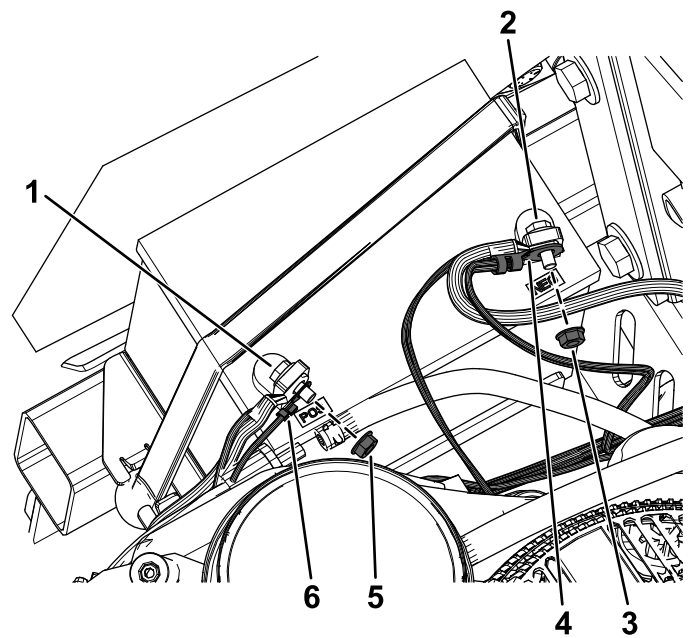

Figura 17
5. Rimuovete il dado dal morsetto positivo della batteria e montate il capocorda positivo del cablaggio preassemblato del kit sul bullone (Figura 17).
6. Fissate il capocorda positivo con il dado rimosso in precedenza (Figura 17).
8. Rimuovete il dado dal morsetto negativo della batteria e montate il capocorda negativo del cablaggio preassemblato del kit sul bullone (Figura 17).
9. Fissate il capocorda negativo con il dado rimosso in precedenza (Figura 17).